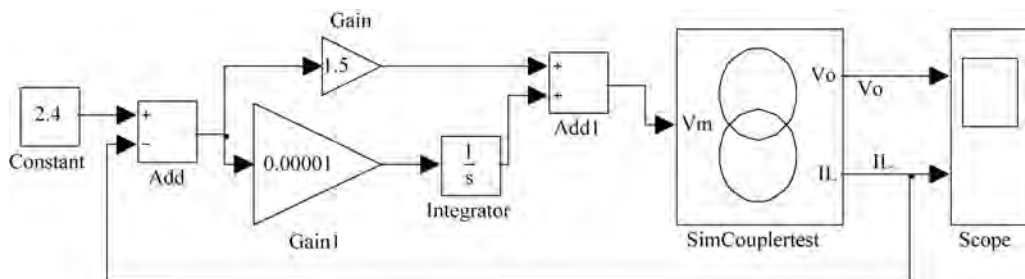

图 3-69 SimCoupler 构建的 Simulink 电路模型
(6) 将 SimCoupler 模型块连接到 Simulink 电路模型中,形成完整的仿真电路模型,如图 3-69 所示。添加 Scope 观察器,并将输出电压、电感电流接入,仿真过程中可进行查看。